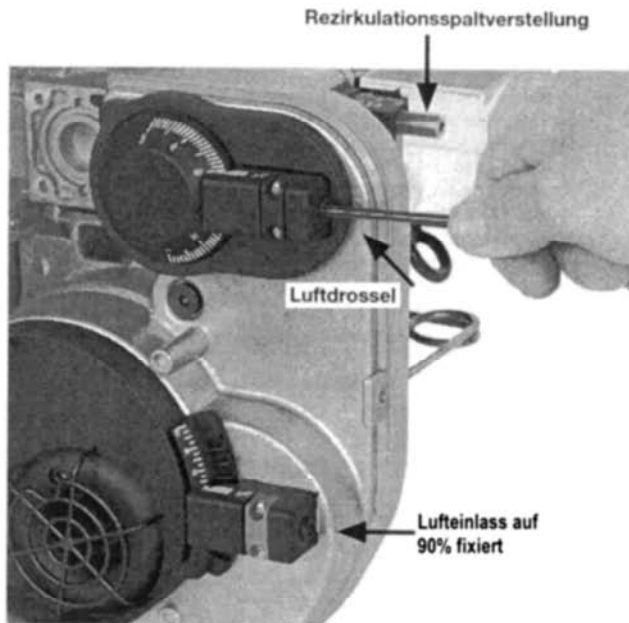

Abbildung 16
- Durch drehen der Justierschraube nach links wird der CO_2 -Gehalt der Abgase erhöht und der Gebläsedruck gesenkt (siehe Abb. 16).
Die Werkseinstellung sollte nicht geändert werden müssen. Im Bedarfsfall kann die Arretierung mit einem Kreuzschlitz-Schraubendreher gelöst, und die Einstellung korrigiert werden. (siehe Abb. 16)
- Durch drehen der Stellschraube nach links wird die Abgas-Rezirkulationsmenge erhöht, die Flammenstabilität und der NO_x -Gehalt der Abgase verringert (siehe Abb. 16, oben).